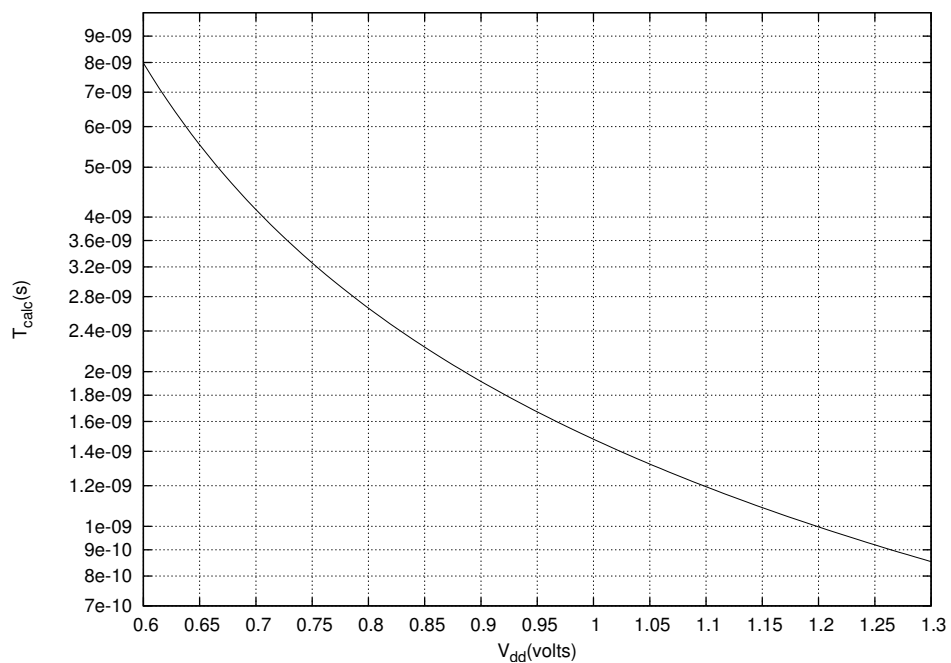

FIG. 3 : Temps de calcul de la fonction F
- Le temps de calcul T_{calc} en fonction de la tension d'alimentation V_{dd} (voir **figure 3**)